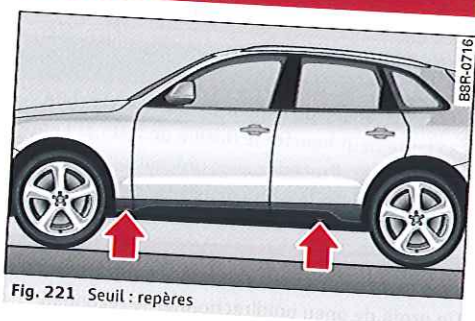

Fig. 221 Seuil : repères
- Localisez sur le seuil le repère le plus proche de la roue à remplacer ⇒ fig. 221. Le point d'appui du cric* se situe sur le bas de caisse, derrière ce repère.